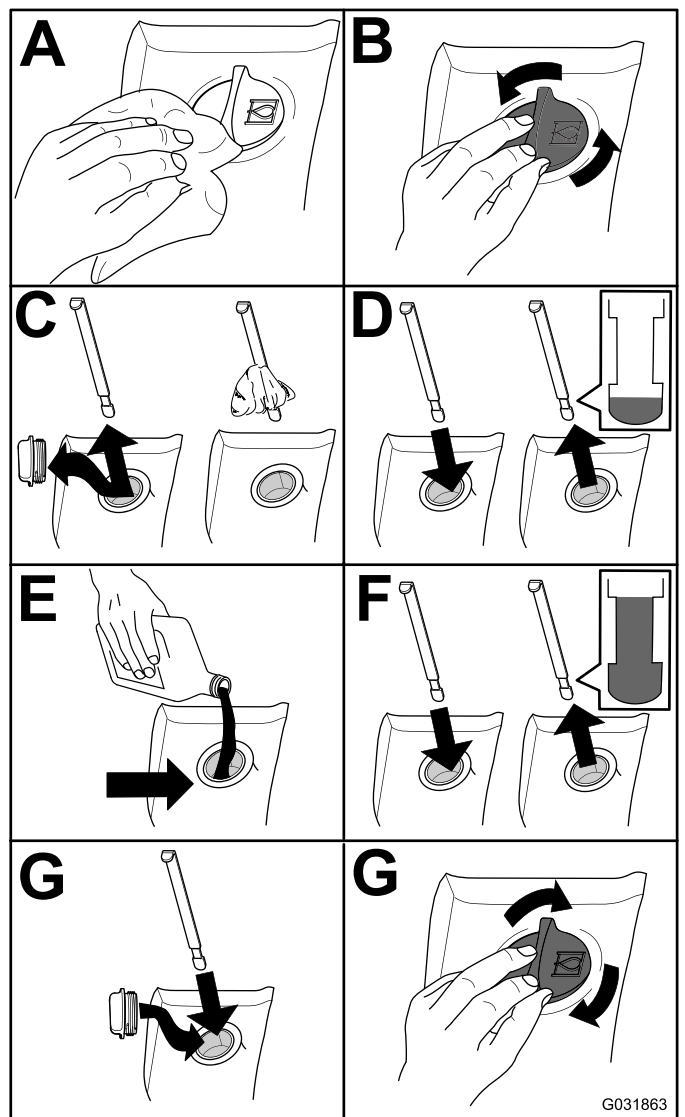

Figura 103
2. Controllare il livello del fluido idraulico (Figura 103).